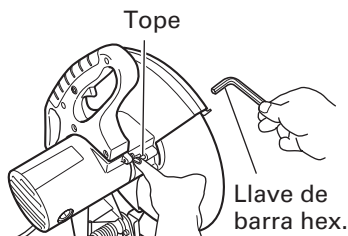

Fig. 12
1. Desmontaje de la rueda de recortar (Fig.12)